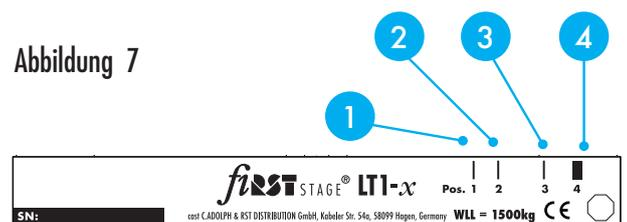

Abbildung 7
Zur einfacheren Montage sind an der LT1-x die Montagepunkte für die unterschiedlichen Traversengrößen (Pos. 1 ... Pos. 4) gekennzeichnet. (Abbildung 7)
Nachdem die Traversenschellen (1) im richtigen Abstand an dem Aluminium Quertäger (Abbildung 7) verschraubt sind, kann die LT1-x an der Traverse montiert werden. Die Traversenschellen (1) werden dazu um die Hauptrohre der Traverse gelegt und geschlossen. Die Haltemutter M12 (6) der Traversenschellen (1) sind mit einem Anzugsmoment von 22 Nm anzuziehen und mit den Flügelmutter (7) handfest zu kontern.